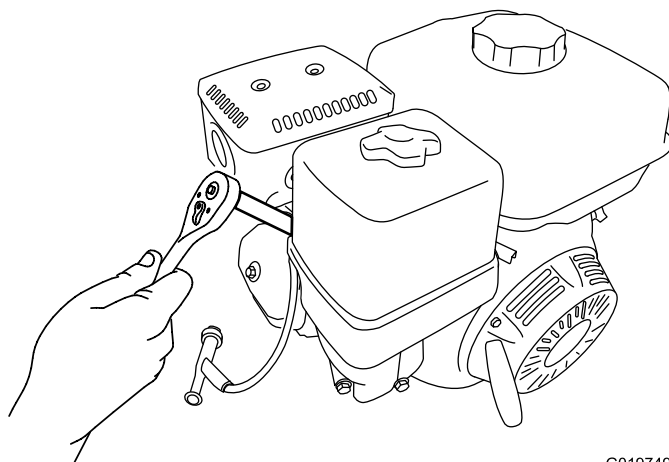

Figura 55
- Gire la bujía en sentido antihorario usando una llave para bujías de 21 mm (13/16") para desmontar la bujía y la junta (**Figura 55**).
2. Gire la bujía en sentido horario usando una llave para bujías de 21 mm (13/16") hasta que la bujía y la junta estén asentadas (Figura 55).